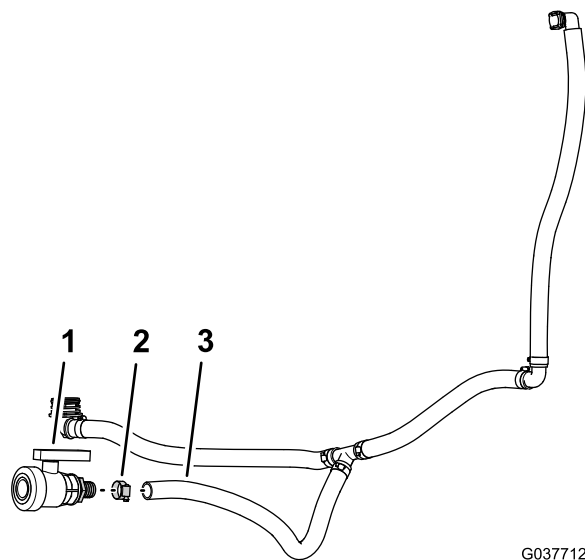

図 73
1. ステップ 65 **バイパス、ドレン、攪拌関係機器を外す** (ページ 13) で外したドレンバルブのバーブ付きのフィッティングを、バイパスホースドレンホースアセンブリのドレンホース104cmに接続する 図 73。
2. ドレンバルブをホースに固定するクランプ 図 73 はステップ 65 **バイパス、ドレン、攪拌関係機器を外す** (ページ 13) で外したものを使用する。